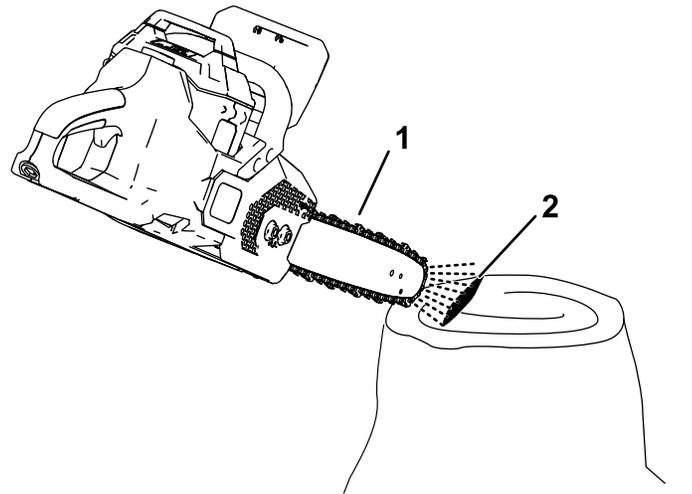

Bild 26
- Um sicherzustellen, dass Öl zur Sägekette fließt, richten Sie die Nase der Kettensäge einige Zentimeter von einer Oberfläche (z. B. Papier, Pappe, ein Stumpf) weg und lassen Sie die Kettensäge laufen; Sie sollten eine leichte Ölspürspur auf der Oberfläche sehen können (Bild 26).